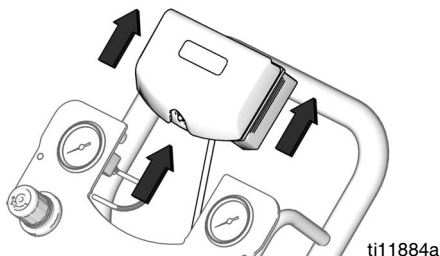

FIG. 11. Desmontaje del DataTrak
3. Retire el módulo DataTrak de la ménsula. Consulte la FIG. 11. Lleve el módulo y el cable unido a una ubicación no peligrosa.